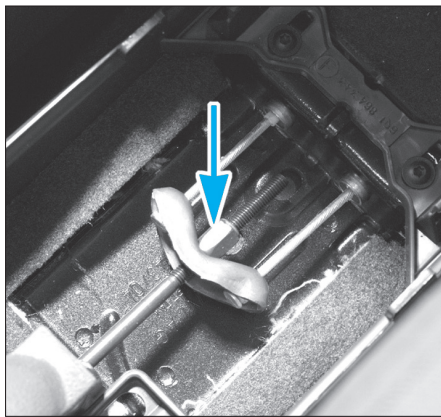

Fig. 15
- l'écrou de réglage jusqu'à ce que les deux roues ne puissent plus être tournées que difficilement à la main (Fig.15).